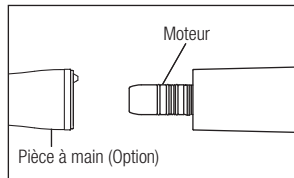

Fig. 2
1) Connectez la pièce à main directement au moteur. (Fig. 2) Si vous connectez une pièce à main optique, tournez la pièce à main jusqu'à ce que vous entendiez un clic indiquant qu'elle est bien positionnée.